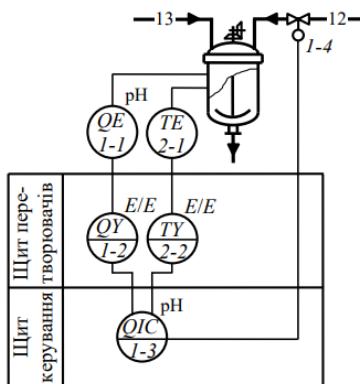

Рис. 12. Схема одноконтурної стабілізуючої системи
*Рішення задачі.* Схема одноконтурної стабілізуючої системи автоматичного регулювання (САР) значення рН в апараті з корекцією за температурою наведена на рис. 12.